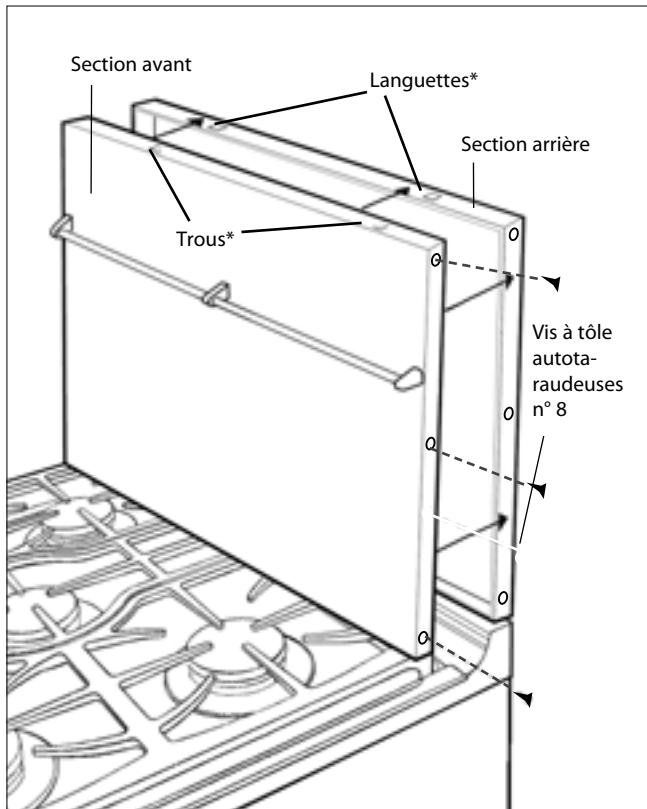

Fig.05
4. Recourbez les languettes en forme de coin par-dessus la section avant sur environ 5 mm (3/16 po). Lors du montage de la section avant, assurez-vous que ces languettes pénètrent dans les trous correspondants situés sur le haut de la section arrière (voir fig. 05).
5. Fixez la section avant du dossier à la section arrière à l'aide des vis à tôle autotaraudeuses n° 8 fournies (fig. 05).